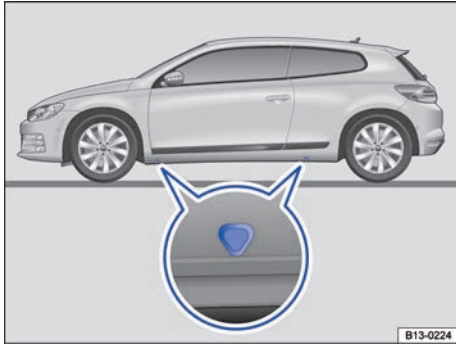

Fig. 178 Puntos de apoyo para el gato.
Coloque el gato únicamente en los refuerzos de los bajos del vehículo que se encuentran detrás de las marcas que hay en la carrocería → fig. 178. El punto de apoyo válido es el que se encuentra junto a la rueda correspondiente → ⚠.
5. Busque debajo del vehículo el punto de apoyo para el gato → fig. 178 que se encuentre más próximo a la rueda que haya que cambiar.